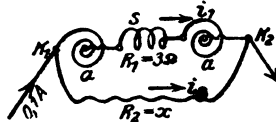

Abb. 24. Abgleichung des Eigenwiderstandes von Drehspalinstrumenten zu Aufgabe 88.
88. Es soll ein lohmiges Westongalvanometer mit der Konstanten $K = \frac{1}{1000}$ gebaut werden. Leider stellt sich heraus, daß der Widerstand der beiden Federn aa in Abb. 24 und der Spule s bereits $3 [2,5] \Omega$ beträgt. Man muß daher parallel zu diesem Widerstand einen Widerstand R_2 legen, so daß der Kombinationswiderstand beider 1Ω ist.